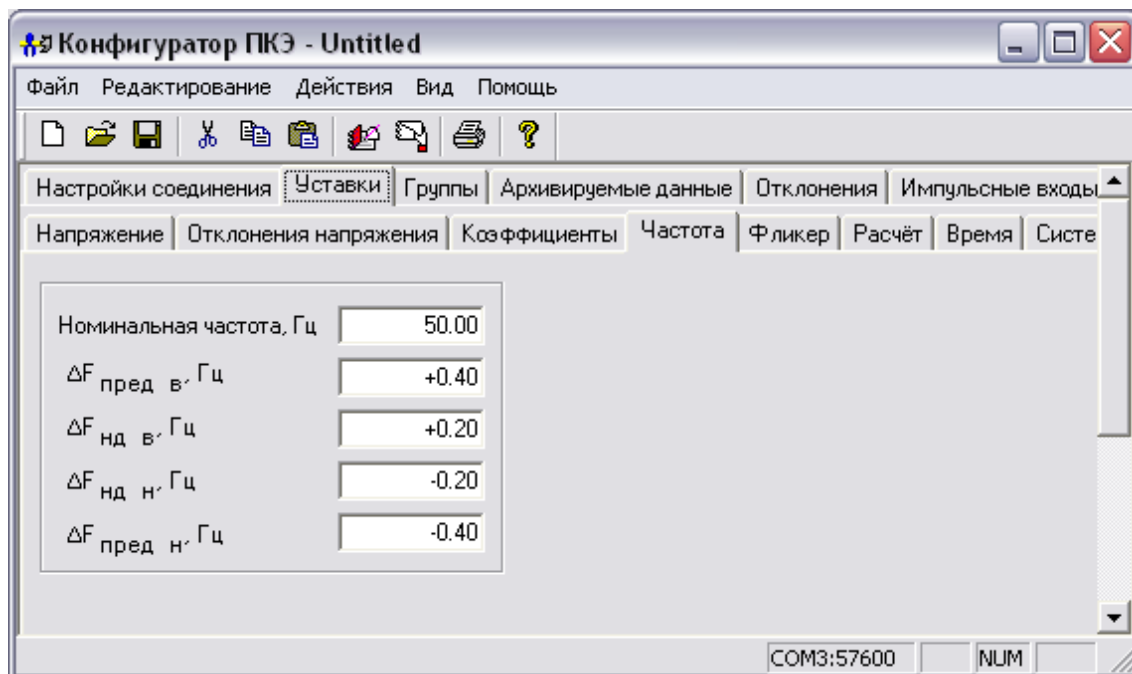

Рисунок 38
**Закладка «Частота»** (рисунок 38) содержит информацию о границах диапазонов нормально и предельно допустимых отклонениях частоты напряжения.